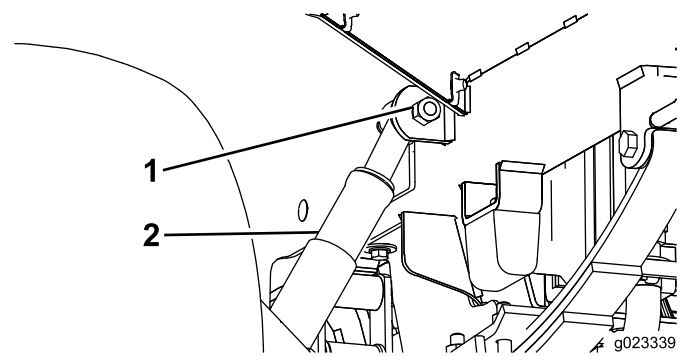
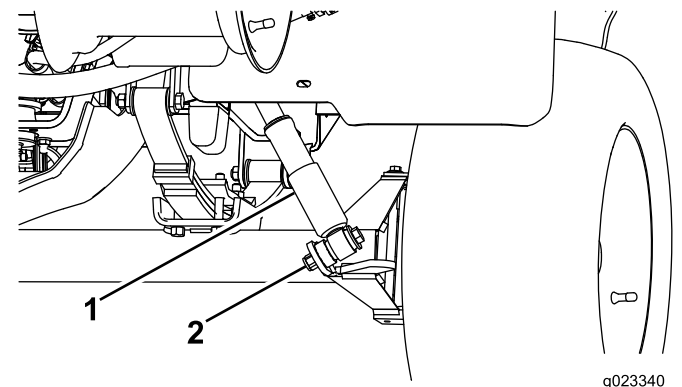
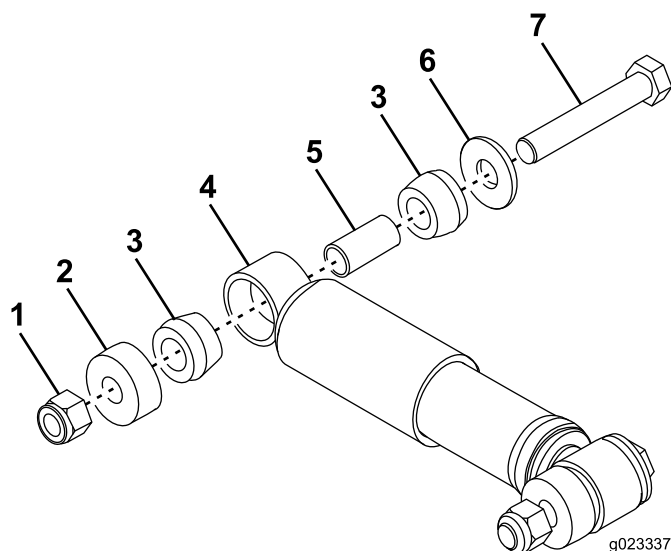

図 2
図 3
図 4
5. 古いショックアブソーバについているボルトとナットを外してショックアブソーバを外す (図 2 と 図 3)。
6. 新しいショックアブソーバ (図 4) を取り付け；古いアブソーバを外した同じ場所にそのまま取り付ければよい (図 2と図 3)。